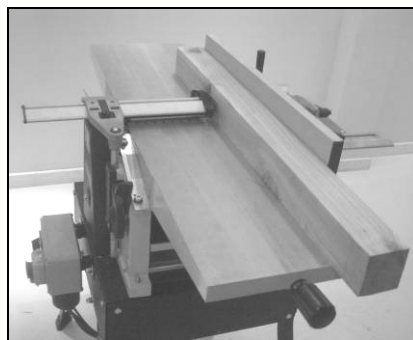

Fig 62
- Postez-vous du côté gauche de la machine, hors de la trajectoire de la pièce de bois en cas de rejet ou de recul accidentel (Fig 62).